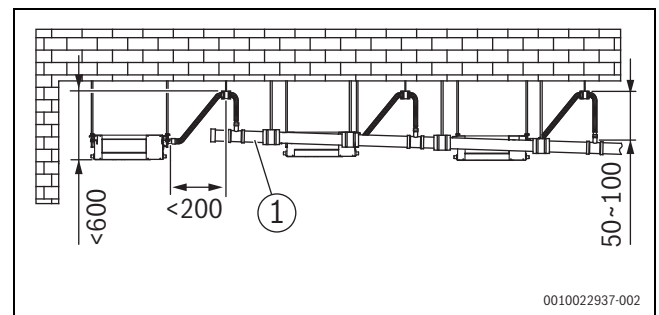
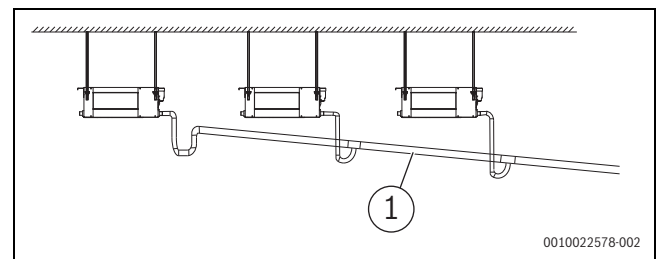

Bild 25 Installation und Abstände der Ablaufleitung bei Installationen mit Kondensatpumpe [mm]
Bild 26 Installation einer Ablaufleitung ohne Kondensatpumpe
- Ablaufrohre entsprechend Abb. 25 (mit Kondensatpumpe) bzw. Abb. 26 (ohne Kondensatpumpe) installieren. Der Auslass der Ablaufleitung darf nicht höher liegen als der Kondensataustritt. Das Abwärtsgefälle muss mindestens 1/100 betragen.